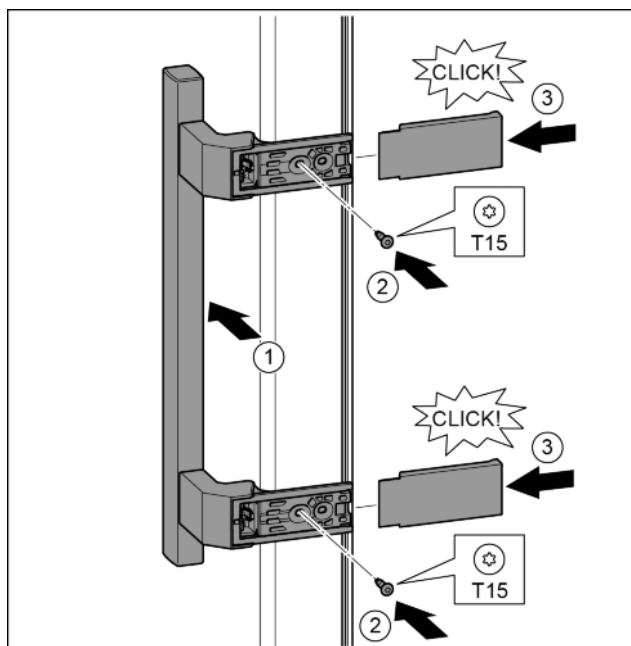

Fig. 34
- ▶ Установить ручку на противоположной стороне. *Fig. 34 (1)*
- ▶ Затянуть винты отверткой T15. *Fig. 34 (2)*
- ▶ Установить крышки сбоку и надвинуть. *Fig. 34 (3)*